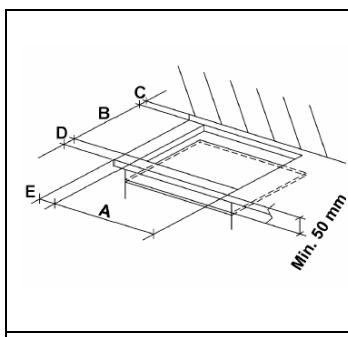
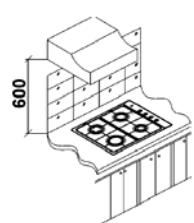

BILD 9
BILD 10
Die Einbaumaße des Kochfelds werden im Bild 9 angezeigt. Seien Sie sicher der angegebene Raum berücksichtigt wird (Bild 10).
- Um zufällige Berührung mit dem heißlaufenden Boden der Kochfläche während des Gebrauches zu vermeiden, ist es notwendig, einen Abstandhalter aus Holz, mit Schrauben und einer mindest Entfernung von 50 mm von der Spitze, zu befestigen (Bild 9).